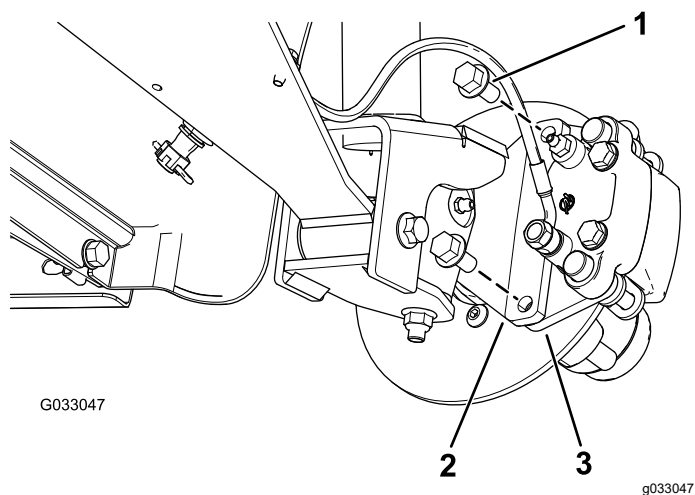
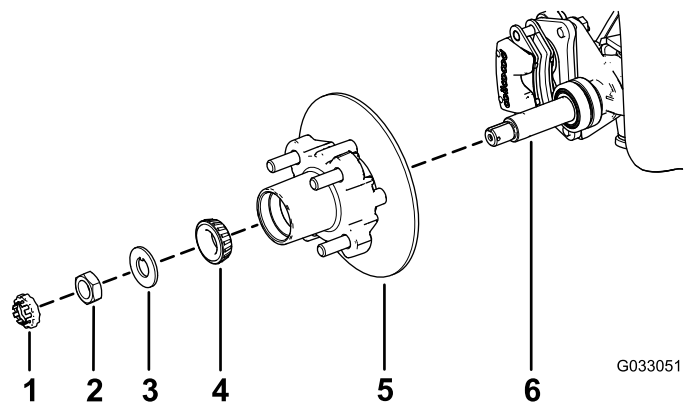

图 23
图 27
3. 卸下将制动器总成支架固定到主轴的凸缘头螺栓 $\frac{3}{8}$  x  $\frac{3}{4}$  英寸将制动器与主轴分开图23。
1. 在主轴上涂上薄薄一层指定润滑脂图 27。
2. 将轮毂和转子组装到带内转子的主轴上图 27。
3. 将外置轴承组装到主轴上并将轴承放置到外置座圈内图 27。
4. 将止动垫圈组装到主轴上图 27。
5. 将主轴螺母拧到主轴上上紧螺母扭矩至 15N·m 同时旋转轮毂将轴承调整到位图 27。
2. 将刹车踏板与转子的任意一侧对齐图 23 将制动盘托盘中的孔与主轴机架的制动器安装架中的孔对齐图 27。
3. 用 2 个凸缘头螺栓  $\frac{3}{8} \times \frac{3}{4}$  英寸将卡钳支架固定到主轴机架上图 23。